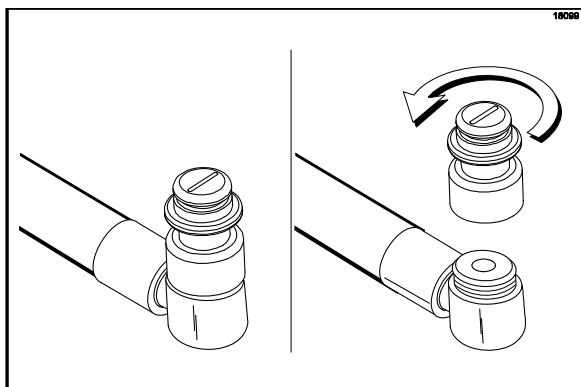

Figura 28
- Com o balde ainda embaixo da porta, retire a conexão de ponta do xarope da conexão da linha de xarope girando-a no sentido anti-horário. Mantenha as conexões de xarope “para cima” a fim de minimizar a perda desse produto. (Veja a Figura 28.)